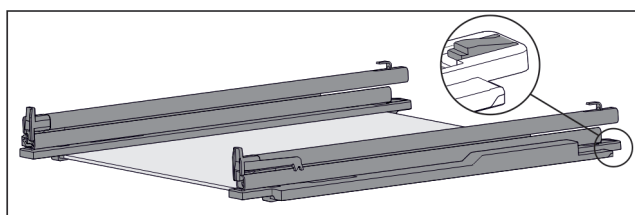

Fig. 110 Glasplade med skinner og holdedele
- ▶ Tryk den bageste del af holdedelen ned (se Fig. 110) , og skub samtidigt skinnen bagud.